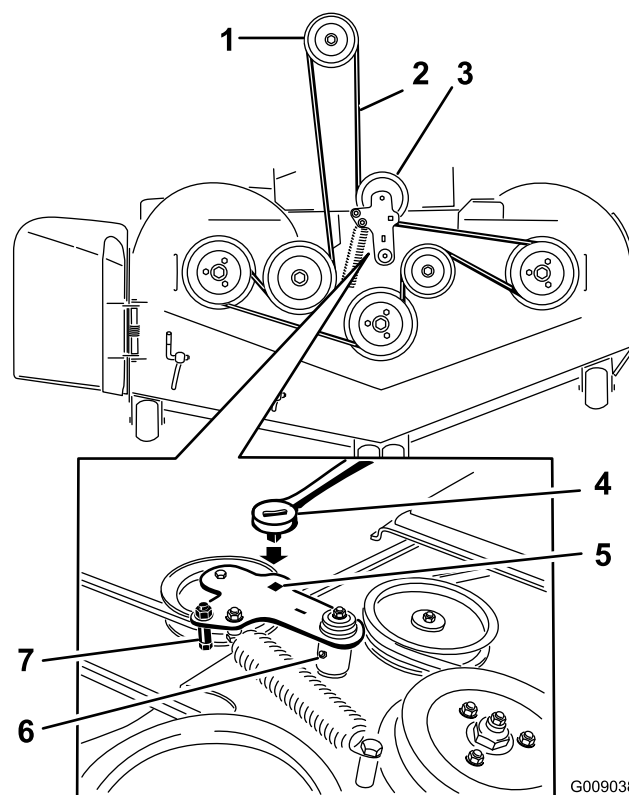

Figura 89
5. Utilice una llave de carraca en el taladro cuadrado del brazo tensor para aliviar la tensión del muelle tensor (Figura 89).
7. Instale la guía de la correa en el brazo tensor tensado con muelle (Figura 89).
9. Pase la correa nueva alrededor de las poleas del cortacésped y de la polea del embrague, debajo del motor (Figura 89).
10. Instale la guía de la correa en el brazo tensor (Figura 89).
11. Utilizando la llave de carraca en el taladro cuadrado, instale el muelle tensor (Figura 89).